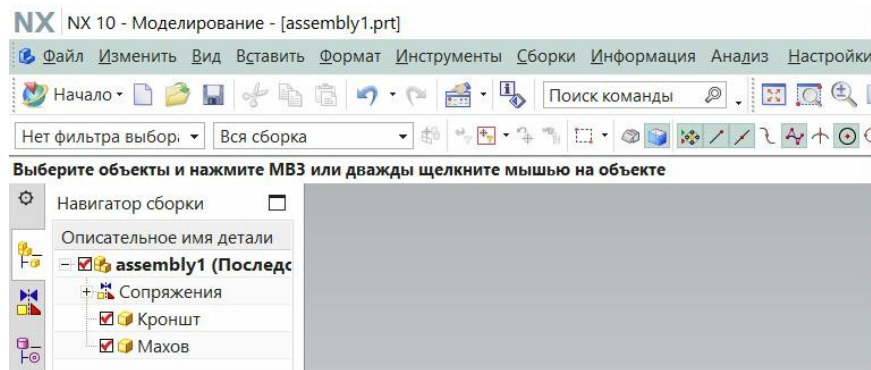

Рис.11
Итак, начнем описание классического интерфейса в системе NX 10.0 (рис.11).
- **Область имени приложения.** Самая верхняя строка на рис.11.
- **Область падающих меню** (рис.11, вторая строка сверху). В этой области присутствуют названия падающих меню: *Файл*, *Изменить*, *Вид*, *Вставить* и др.
- **Область панелей инструментов** (две или более строк, сразу под областью *падающих меню*, заполненных различными панелями инструментов, рис.11).
- Кроме перечисленных полей в верхней части экрана, в левой части экрана представлена так называемая **панель ресурсов** (рис.11, 12). Это набор пиктограмм, самыми важными из которых являются *навигатор сборки*, *навигатор детали*, *библиотека повторного использования*, *навигатор симуляции* и др. О каждом из навигаторов нам ещё предстоит многое обсудить впоследствии.
- Итак, вы вошли в систему NX в режим моделирования отдельной детали. То обстоятельство, что сразу после входа в систему вы находитесь именно в режиме *моделирования*, подтверждается соответствующей надписью в верхней, левой части экрана (рис.11). А надо сказать, что
в процессе моделирования и анализа исследуемых объектов вам часто придется «перепрыгивать» из одного приложения в другое. Для этого в левом верхнем углу рис.11 обратите внимание на пиктограмму «Начало».